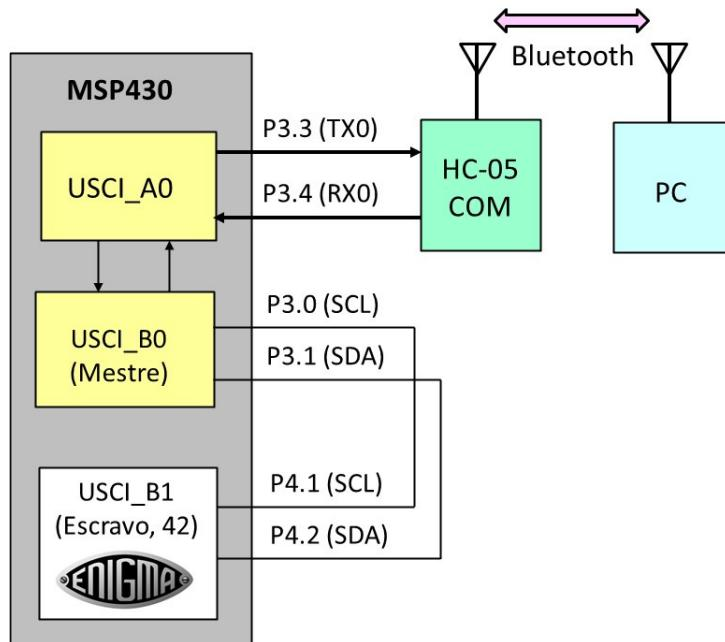

Figura 9.61. Esquema para que o PC faça uso de um canal Bluetooth para acessar o escravo Enigma.
**EP 9.6.** Se o leitor tiver a disponibilidade de um módulo Bluetooth HC-05, o exercício pode ficar mais interessante. Faça as conexões indicadas na figura 9.61. Usando as mesmas especificações do exercício anterior, programe a LaunchPad para simular a máquina Enigma 1. Será preciso usar um terminal serial no PC. O usuário digita o texto em claro e recebe de volta o texto cifrado.
Sugestão: o leitor pode resolver antes os exercícios EP 2.45 e EP 2.46, já que eles têm um menor nível de dificuldade. Se tiver disponibilidade do HC-05, tente o esquema da Figura 9.61.
**EP 9.8.** Usando as mesmas especificações, do EP 9.5, resolva o EP 2.59, que pede a construção completa de uma máquina Enigma. Se tiver disponibilidade do HC-05, tente o esquema da Figura 9.61.